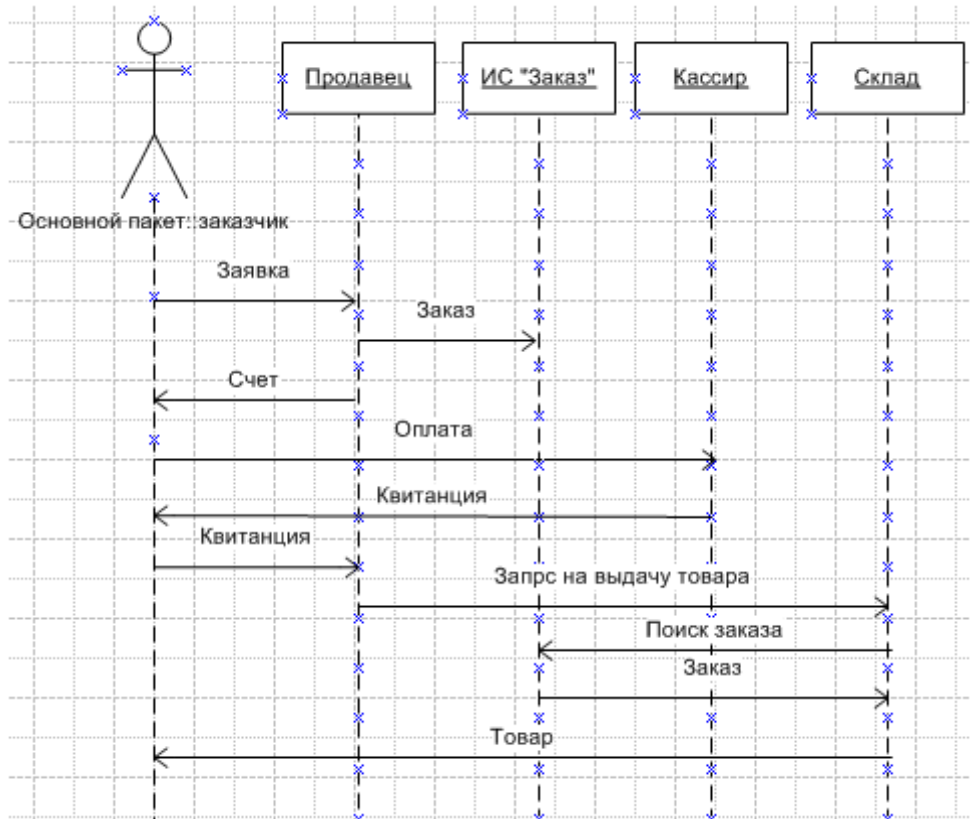

Рис. 9.1. Пример диаграммы последовательности
*Диаграмма последовательности* раскрывает последовательность взаимодействия объектов при выполнении процесса. Причем на ней отображается взаимодействие участников в ходе **конкретной реализации** процесса. Если процесс существует в нескольких версиях и представлен несколькими прецедентами, для каждого прецедента строится своя диаграмма последовательности. Пример диаграммы приведен на рис. 9.1.
Чтобы поместить на диаграмму последовательности **актера**, его следует перенести с диаграммы Сценариев выполнения. Для этого в окне проводника по моделям браузера раскройте иерархию элементов диаграммы Сценарий выполнения, выберите нужный элемент (актера) и отбуксируйте его (оставляя нажатой левую кнопку мыши) в окно диаграммы. Расположите его в верхней левой части диаграммы. Чтобы провести линию жизни данного актера, выберите фигуру "Линия жизни", присоедините ее верхний конец к актеру, а нижний протяните к низу страницы (рис. 9.1).